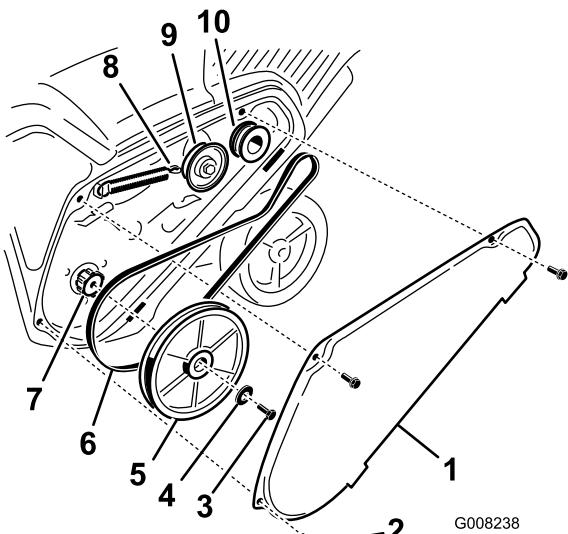

Figure 27
1. Déposez le couvercle de la courroie d' entraînement après avoir enlevé les 3 boulons comme illustré à la Figure 27.
2. Décrochez le ressort de frein du bras de la poulie de tension pour détendre la courroie (Figure 27).
3. Enlevez la vis et la rondelle bombée qui retiennent la poulie de rotor (Figure 27).
4. Retirez la poulie de rotor et la courroie d'entraînement (Figure 27).
Remarque: Acheminez la courroie neuve autour de la poulie du moteur, puis de la poulie de tension, et enfin autour de la poulie de rotor desserrée, située juste au-dessus de l'arbre de rotor (Figure 27).
6. Montez la poulie de rotor sur l'arbre de rotor (Figure 27).
7. Montez la rondelle bombée et le boulon de fixation de la poulie de rotor, et serrez-les solidement (Figure 27).